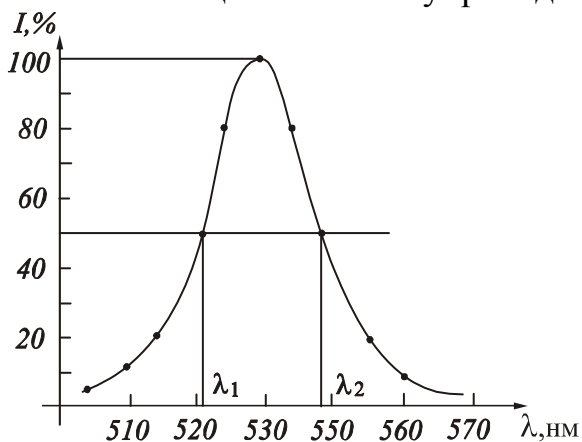
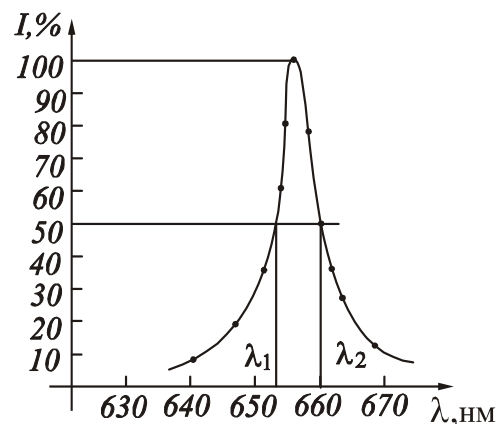

Рис. 2 Спектр излучения светодиода
Рис.3 Спектр излучения лазера
Светодиоды имеют ширину спектра в интервале от 10 до 50 нм, лазерные диоды – от 0,1 до 10 нм. Примеры спектров приведены на рис. 2 и рис. 3.
3. Рассчитать ширину запрещённой зоны полупроводника по формуле (1).
4. Определить ширину эмиссионной линии на уровне половины её максимальной интенсивности (см. рис. 3): $\Delta\lambda=\lambda_2-\lambda_1$.
5. Рассчитать абсолютную погрешность определения ширины запрещённой зоны по формуле (2).
3. Рассчитать ширину запрещённой зоны светодиодов по формуле (1).
4. Определить ширину эмиссионной линии на уровне половины её максимальной интенсивности (см. рис. 2): $\Delta\lambda=\lambda_2-\lambda_1$ для обоих диодов.